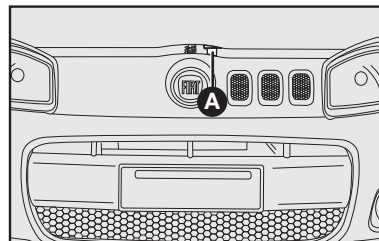

fig. 89
2) mover a trava localizada sob o capô para cima A-fig. 89;